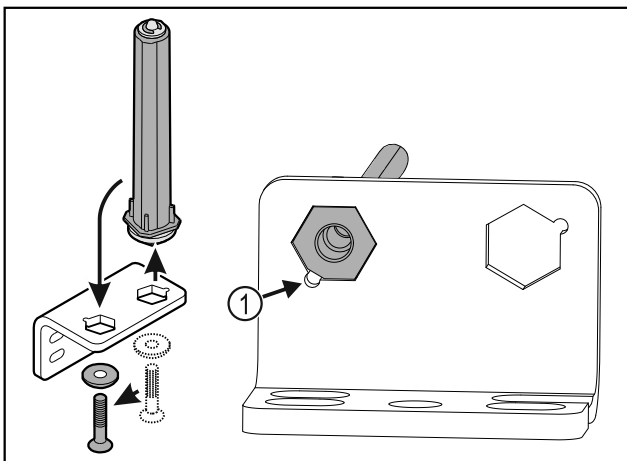

Fig. 32
- ▶ Uzmaniet, lai ievietošanas laikā tapas nošļaupums Fig. 32 (1) būtu vērsts pret apaļo caurumu.